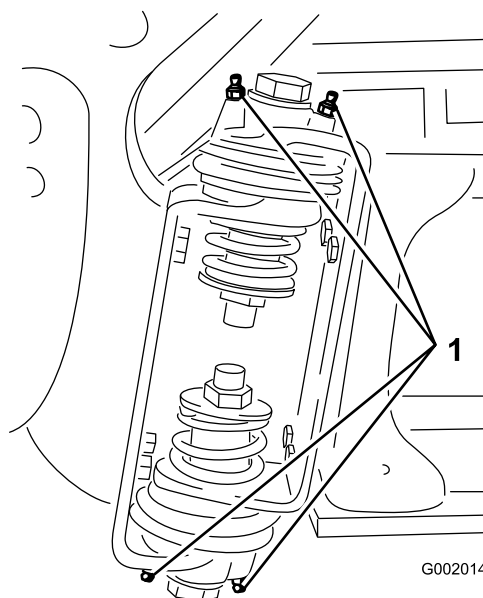

Figura 65
2. Pompate del grasso nel raccordo di ogni cuscinetto o boccola (Figura 65).